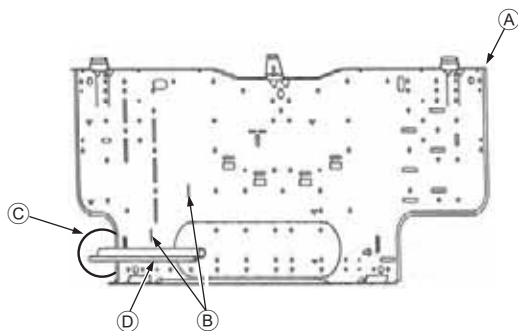

Fig. 3-5
- Ⓜ Tornillos de fijación (4 x 35 mm, 1-3/8 inch) ②
- Ⓡ Placa de montaje ①
3.3. Cuando coloque los tubos en la pared (Fig. 3-5)
- ▲ Placa de montaje ①